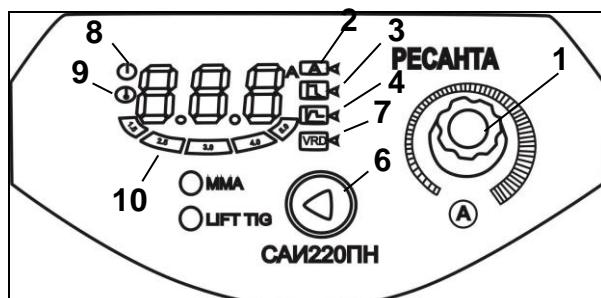

Рис.3 Элементы управления дисплеем
6. Кнопка переключения между режимами MMA и Tig Lift (рис.3) (модели САИ-220ПН и САИ-250ПН).
7. Индикатор функции VRD – в моделях САИ-160ПН и САИ-190ПН VRD работает автоматически. В моделях САИ-220ПН и САИ-250ПН с помощью переключателя 1 (рис. 3) можно вкл/откл режим в зависимости от технологических задач.